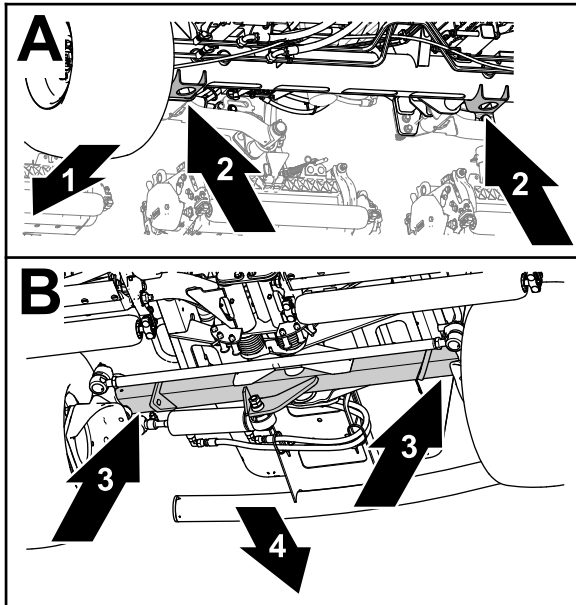

Рисунок 106
- Передняя часть – кронштейны домкратов в трубе переднего моста (Рисунок 106).